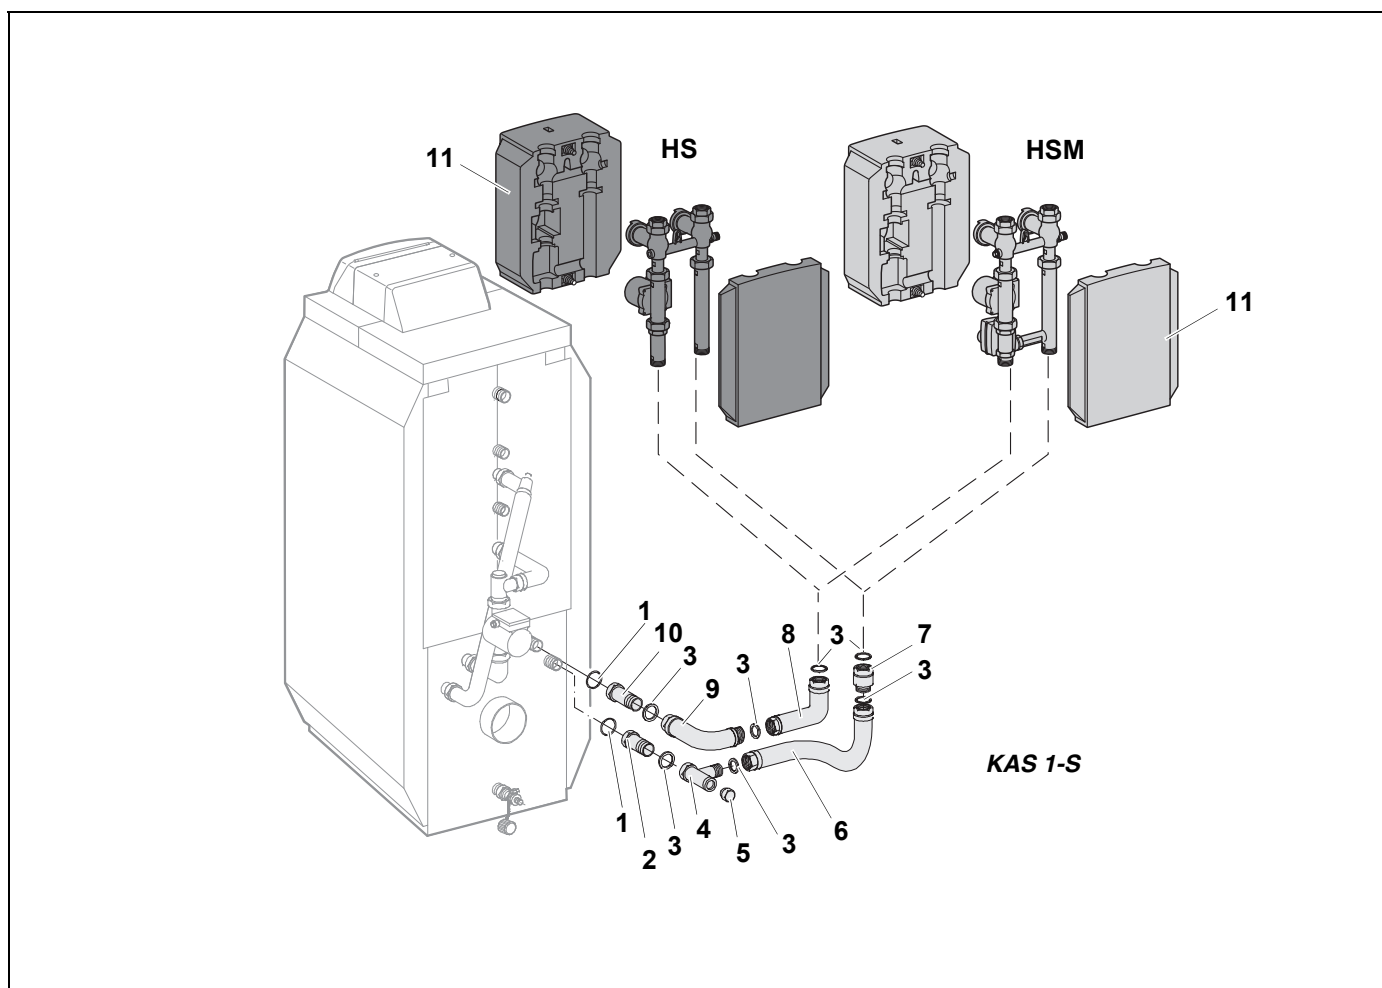

Рис. 3 Монтаж KAS 1-S слева (S = сбоку)
- Установите на трубы комплект подключения отопительного контура без смесителя (HS) или со смесителем (HSM) в соответствии с рис. 3, затяните оба резьбовых соединения и проверьте их герметичность.